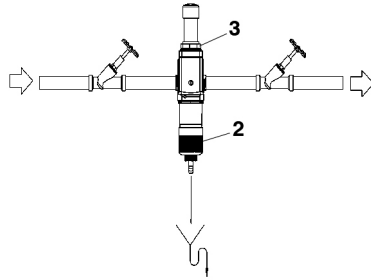

Figure 20. Remplacement cartouche II
2. Tourner le volant manuel (2) pour le rétrolavage dans le sens antihoraire, laissant ainsi échapper la pression restante de l'appareil (cf. Figure 20).
- Dévisser l'écrou-raccord (3) sur la cartouche phosphate dans le sens antihoraire.